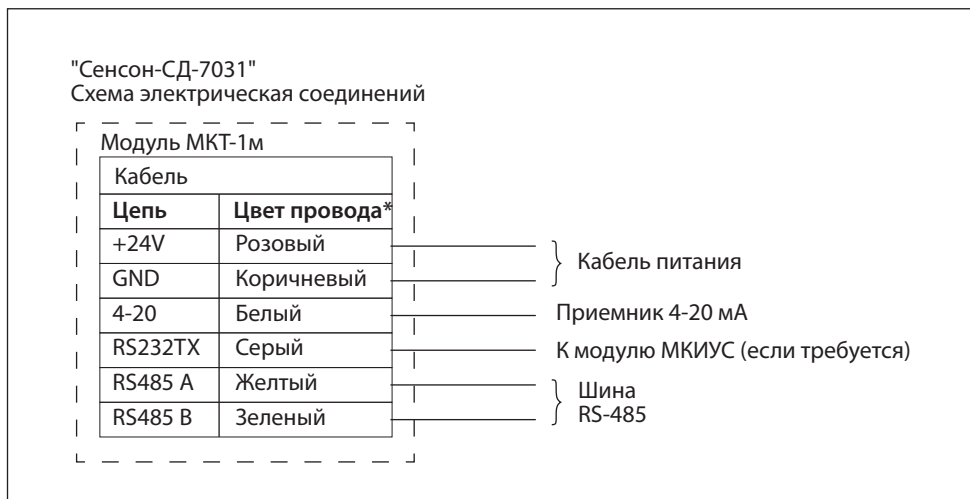

Рис.6. Схема подключения газоанализатора "Сенсон-СД-7031"
6. Подключите кабель согласно схеме подключения (рис.6) к внешнему коммутационному устройству. Цветовая маркировка проводов кабеля, указанная в схеме подключения, может изменяться, поэтому она приводится в паспорте прибора и на бирке непосредственно на кабеле (рис.7).